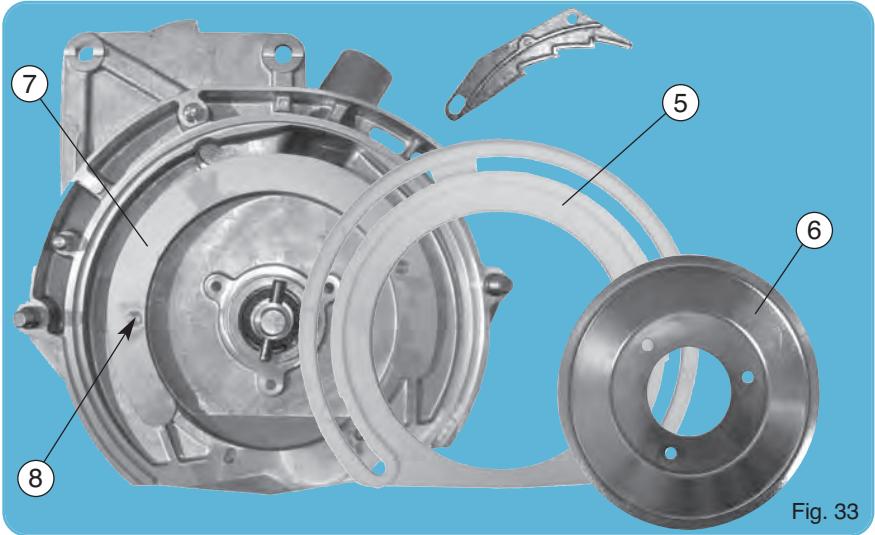

Fig. 33
The wear gasket is positioned externally in a groove and held by the cup. (6) Its 3 bolts should be positioned with care making sure that the stub (fig. 33) of the wear gasket is properly positioned in the hole of the housing.
Korona cierna z tworzywa sztucznego (5), na której obraca się tarcza, musi być płaska i w dobrym stanie. Zwykle, w normalnych warunkach pracy, wymiana korony powinna nastąpić po przeprosowaniu od 500 do 1000 ha. Umieszczona w rowku i zablokowana tarczą wysiewającą (6) i jej 3 śrubami, nowy wieńiec powinien być ostrożnie umieszczony w taki sposób, aby karby odcinka oparcia (7) (fig. 33) i korony, zostały dobrze umieszczone w ich rowku.
Garnitura de uzură este poziționată extern, într-o canelură, și blocată de o manșetă (6). Cele 3 șuruburi ale acesteia trebuie fixate cu grijă, asigurându-vă că ștuțul (fig. 33) garniturii este poziționat corect în locaș.
Пластмасовата уплътнителна корона (5), върху която се върти диска, трябва да е равна и в добро състояние. При нормални условия на използване, смяна ще се наложи едва след 5000 до 10000 дка. Разположена външно в жлеб и фиксирана чрез чашката (6) и 3-те ѝ болта, новата корона трябва да се постави, като внимавате засечките на допирната зона (7) (fig. 33) и короната да са правилно поставени в гнездото им.